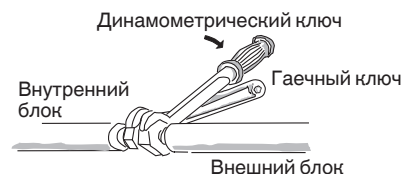

Рис. 5-6
- (2) Для закрепления конусных гаек используйте указанный момент затяжки.
- Во время снятия конусных гаек с соединений трубопровода или во время их затяжки после соединения трубопровода, обязательно используйте 2 разводных ключа или рожковых гаечных ключа. (Рис. 5-6)